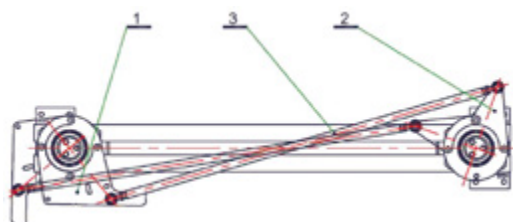

Рис. 5 Приводная система.
Кинематическая система полюса разъединителя основывается на базе шарнирного четырехугольника. На рис. 5 показаны два крайних положения механизма. Неподвижной частью разъединителя является основание полюса. Поворотные опоры вместе с рычагами (1, 2) и тягой (3) создают подвижную систему, обеспечивающую противоходное вращение изоляторов на угол 90°. Ограничение вращения обеспечивают отбойники, установленные на основании.